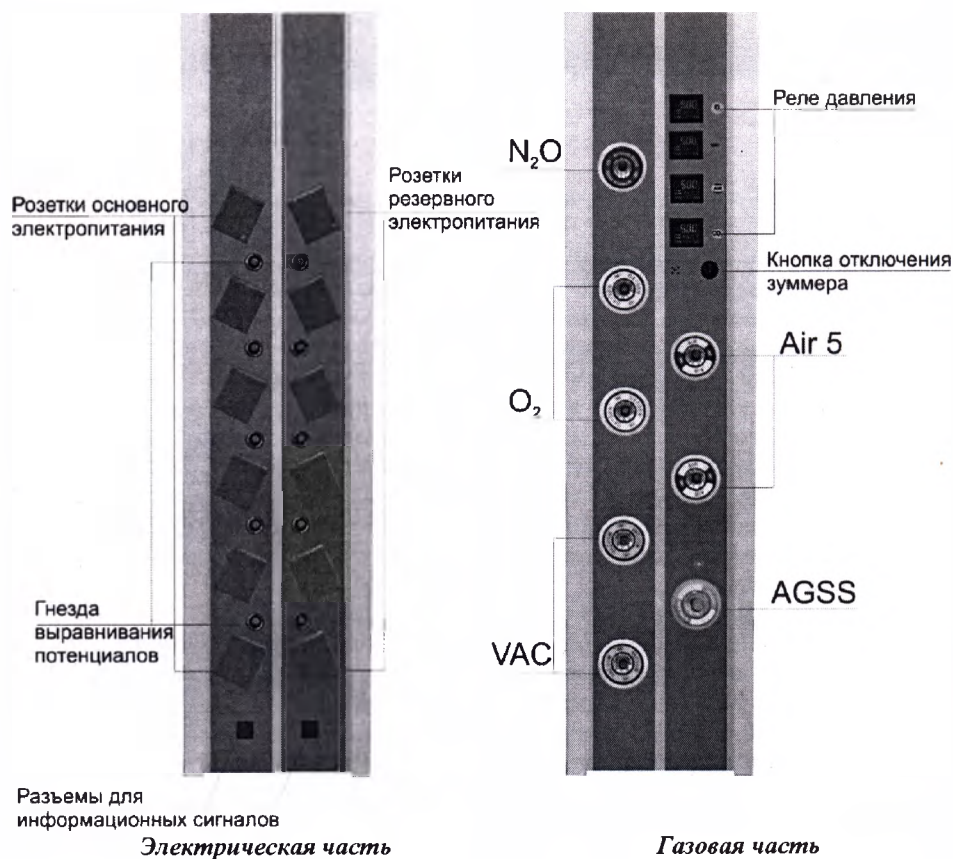

Рис. 5 Расположение клапанов медгазов быстрого подключения и розеток электропитания
- 6.3. **Приборная колонна консоли.** Приборная колонна консоли крепится к корпусу подшипника поворотного плеча. На колонне могут быть расположены клапаны медицинских газов, электророзетки, клеммы выравнивания потенциалов, разъемы информационных сигналов. К колонне также крепятся приборные полки с рельсовыми держателями для навесного оборудования. В свою очередь, приборная колонна имеет возможность поворота вокруг своей оси в пределах 330° со стопорным ограничением поворота и фрикционным тормозом. Расположение клапанов медицинских газов, розеток электропитания и гнезд выравнивания потенциалов приведено на Рис. 5. Розетки основного электропитания имеют защитные крышки зеленого цвета, резервного – красные. Верхние розетки каждой группы имеют световые индикаторы, сигнализирующие о присутствии напряжения питания.